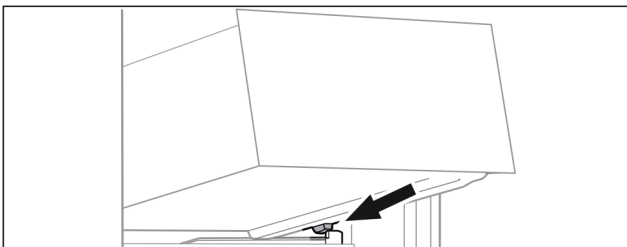

Fig. 100
- ▶ Aseta vetolaatikko vinosti rajoittimien taakse kannattimelle. (katso Fig. 100)